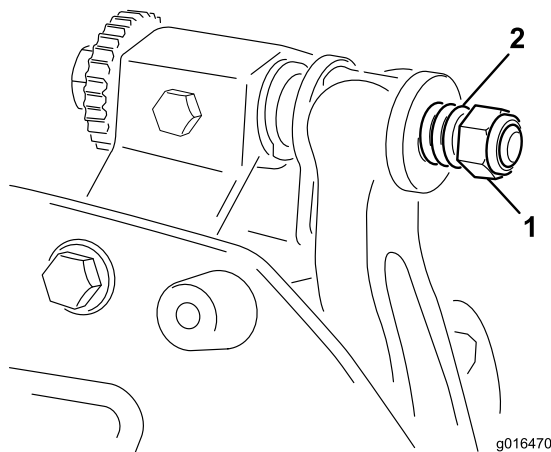

図 21
3. スプリングがつぶれるまでテンション・ナットを締め、そこから半回転戻す (図 21)。